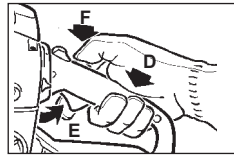

рис. 7D
5. Отожмите предохранительный переключатель (D), переключатель дроссельной заслонки (Е) и фиксатор дроссельной заслонки (F) для принудительного полного открытия дроссельной заслонки. (рис. 7D).